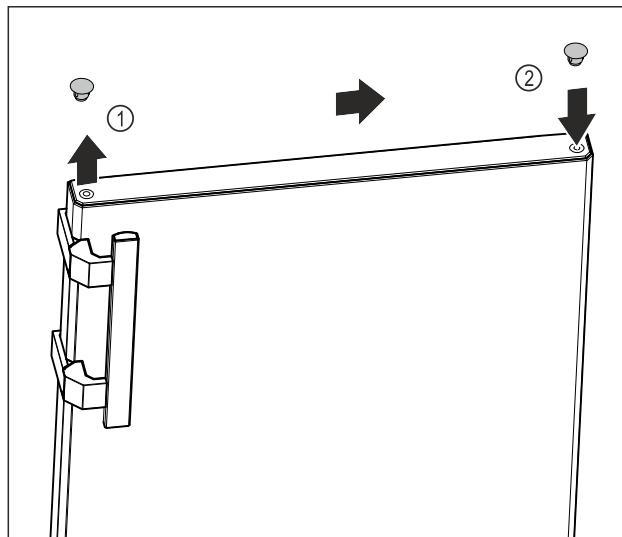

Fig. 17
- С плоска отвертка внимателно повдигнете покриващата тапа от горната страна на вратата *Fig. 17 (1)* и я извадете.
- Поставете покриващата тапа от другата страна. *Fig. 17 (2)*